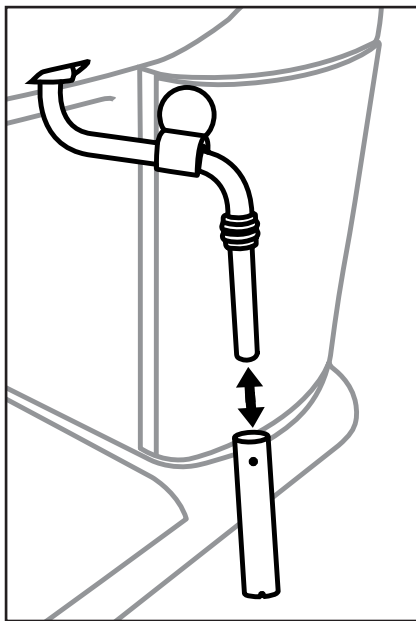

Figura 1
- 1) Coloque um recipiente vazio debaixo do espumador de leite ⑩.
- 2) Rode o regulador de vapor ⑦ para " + " imediatamente após a utilização e deixe sair vapor durante alguns segundos.
- 3) Feche o regulador de vapor ⑦ (rode no sentido do " - ", até ao encosto), desligue o aparelho e retire a ficha da tomada.
- 5) Retire a capa do espumador de leite ⑩ (figura 1) e limpe-a cuidadosamente com água quente.
- 7) Coloque novamente a capa sobre o bocal (figura 1).